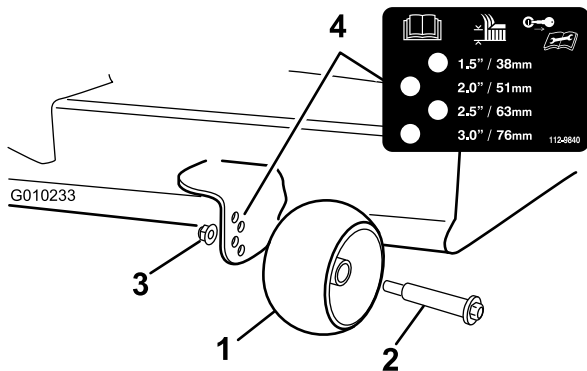

Figura 18
3. Ajuste los rodillos protectores del césped según se muestra en Figura 18 a la posición de altura de corte más próxima.